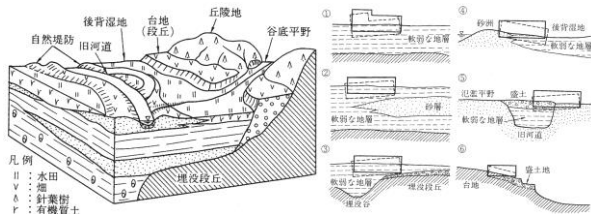
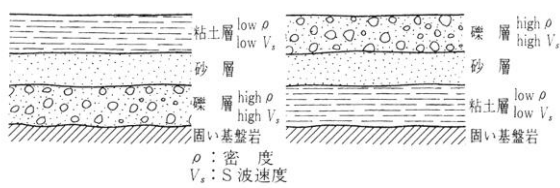

図6：地形の地層と沈下3)
図7：地層構造による揺れやすさの違い3)
**D) 地盤**：沈下、揺れやすさ、液状化を評価項目とした。地盤の沈下では図6で示すような土質、地形・地域性について、地盤の揺れやすさでは図7及び表2で示すような地盤種別、沖積層の厚さ、地名などについて調査することとした。地盤の液状化では履歴や危険度、10m以浅の土質、地下水位、砂地盤のN値などを評価対象とした。